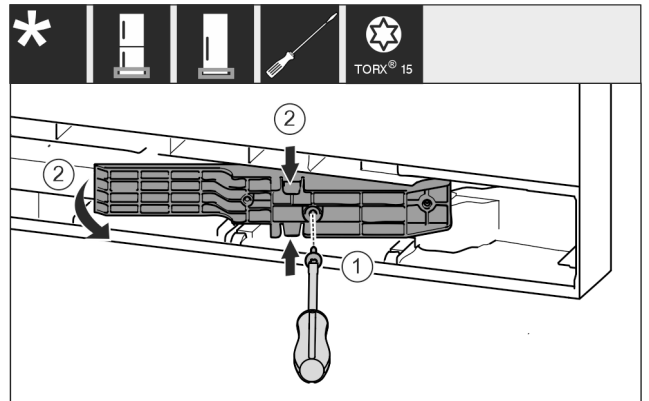

Fig. 8 *
- ▶ Šroubovákem T15 uvolněte šrouby. Fig. 8 (1)*
- ▶ Vytáhněte adaptér. Fig. 8 (2)*